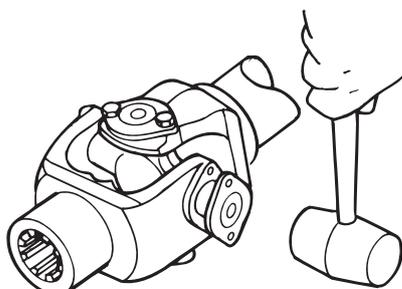

Figura 5.3
3. Segure a cruz. Use um martelo de couro ou bronze para bater suavemente o rolamento copo completamente para dentro do orifício do garfo. Figura 5.3.